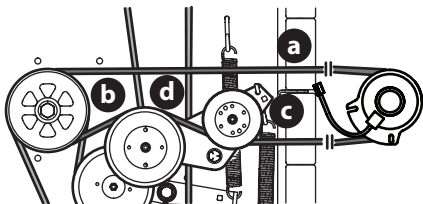

Figure 59
- Retirez la courroie de PDF (a) du plateau de coupe en suivant les instructions du chapitre Retrait du plateau de coupe puis retirez-le d'autour de l'embrayage de la prise de force (Figure 59).
- Acheminement de la courroie de PDF (a) (Figure 59).
- Après avoir acheminé la courroie autour de la poulie de PDF (b), utilisez une clé de 1/2 po dans le support de la poulie de tension (c) et tournez vers la droite de la tondeuse pour terminer l'acheminement de la courroie autour de la poulie de tension (d) (Figure 59).